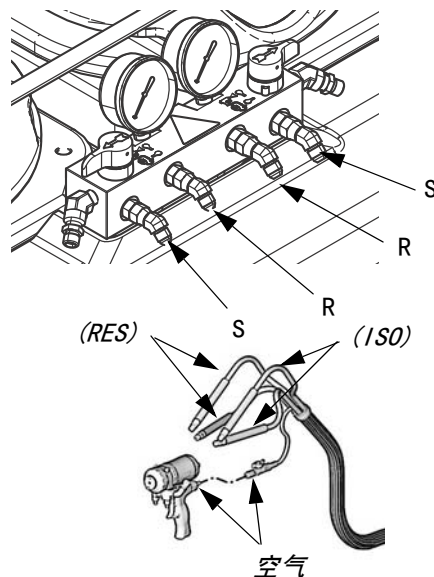

图 5
1. 将供料软管连接到出口软管连接处 (R, 图 5)。红色软管用于 ISO, 蓝色软管用于 RES。两个接头的大小不同, 以避免出现连接错误。将软管的另一端连接到喷枪的 ISO 和 RES 输入端。